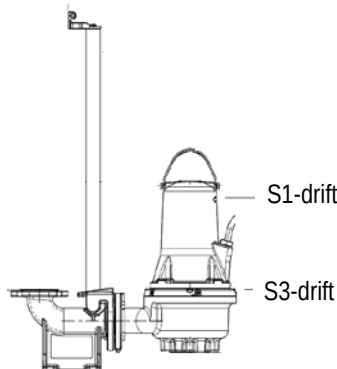

Fig. 2 Stopniveauer
- **Ved S1-drift** (kontinuerlig drift) skal pumpen altid være dækket af pumpemediet til toppen af motoren. Se fig. 2.
- **Ved S3-drift** (intermitterende drift): Pumpen skal hele tiden være dækket af pumpet væske til den øverste del af pumpehuset. Se fig. 2 (kun for ikke-eksplosionssikrede versioner).